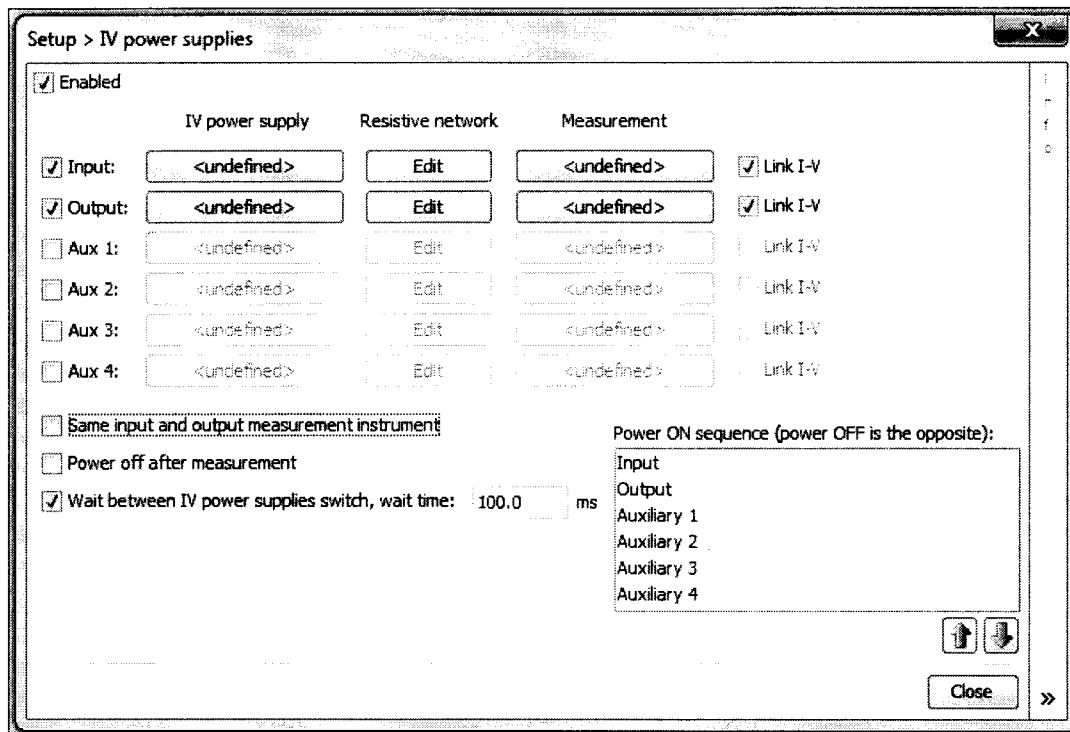

Рисунок 7.2.6 – Окно Setup & measurement, Setup > IV power supplies, метка Same input and output instruments снята
7.3.2 В окне Setup, Power supplies (рисунок 7.2.6), снять метку Link I-V справа в строке Output, при этом окно приобретет вид, показанный на рисунке 7.3.2.